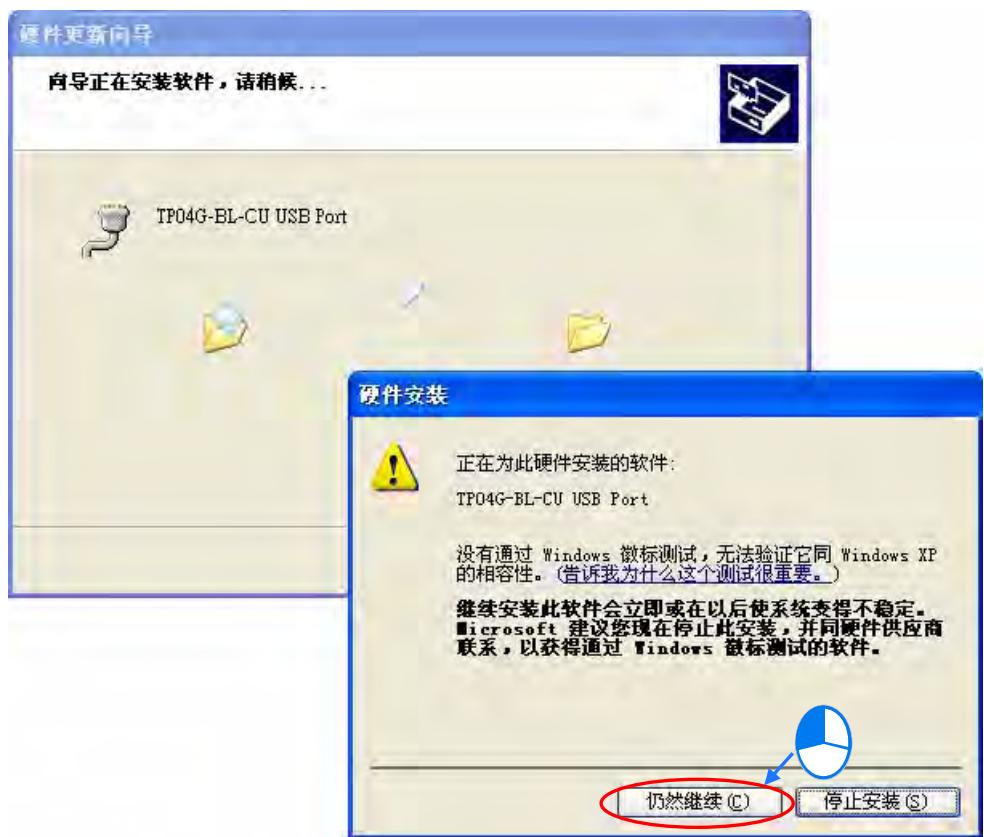

图 B-4 安装过程
- (4) 当在指定的路径中搜索到正确的驱动程序之后，系统便会开始进行安装，而安装途中若出现未通过验证测试的警告窗口时，请直接按下「**仍然继续 (C)**」即可。如图 B-4。